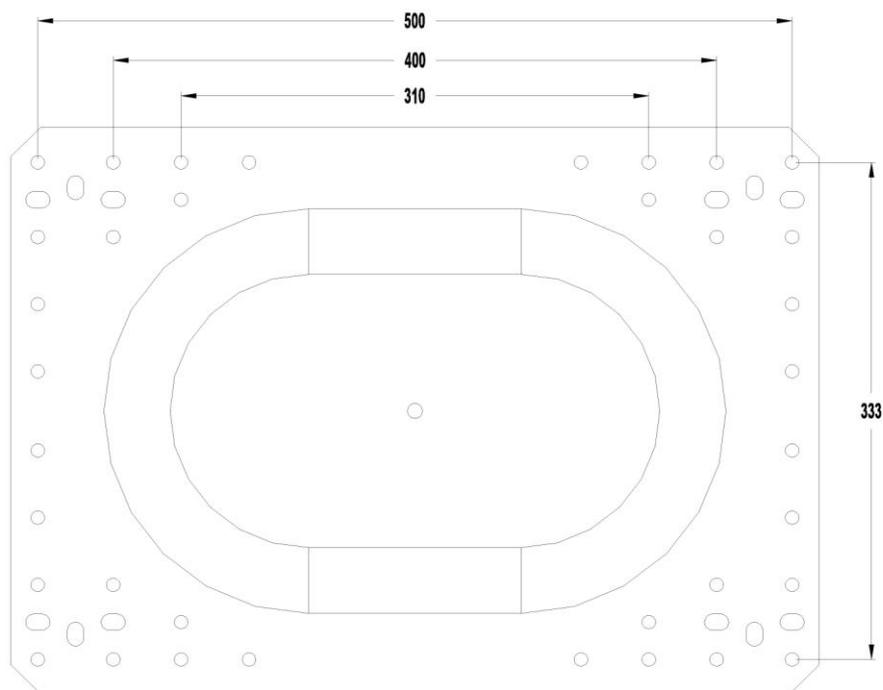

Abbildung 5 – Grundplatte für Dächer mit Stahltrapezblechen im Abstand von 310 mm, 333 mm, 400 mm und 500 mm.
- Legen Sie die Grundplatten so, dass mindestens acht runde Bohrungen mit einem Durchmesser von 9 mm an den Kronen des Metallprofils ausgerichtet sind. Abb. 5 zeigt die verfügbaren Abstände.